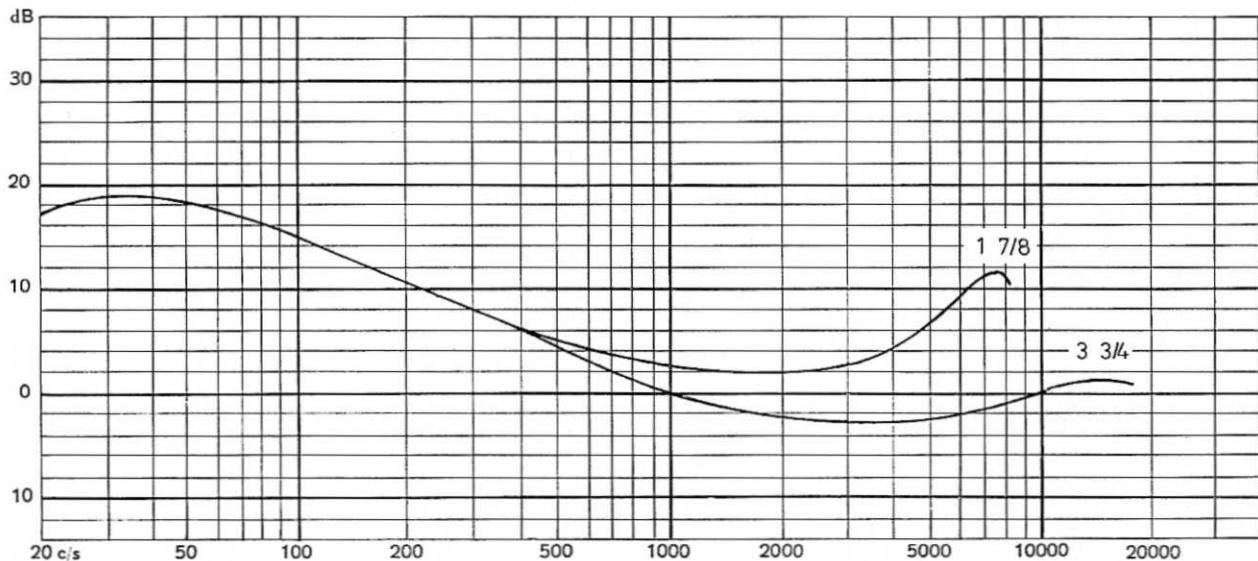

Fig. 39. Avspillingskurver.
3. Diskanthevningen foretas ved å avstemme inn/avspillingshodet til resonans på de høyere frekvenser i toneområdet. C121 er koplet parallelt med hodet ved  $1\frac{7}{8}$ " pr. sek. hastighet, og resonansfrekvensen er 7500 Hz. Kondensatoren C121 brytes fra når hastigheten forandres til  $3\frac{3}{4}$ " pr. sek. og resonansfrekvensen øker til ca. 12 000 Hz. Se fig. 39, Avspillingskurver for modellene 82 og 84.